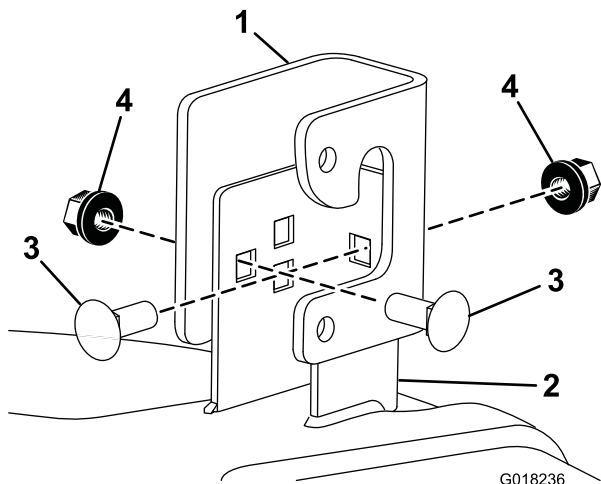
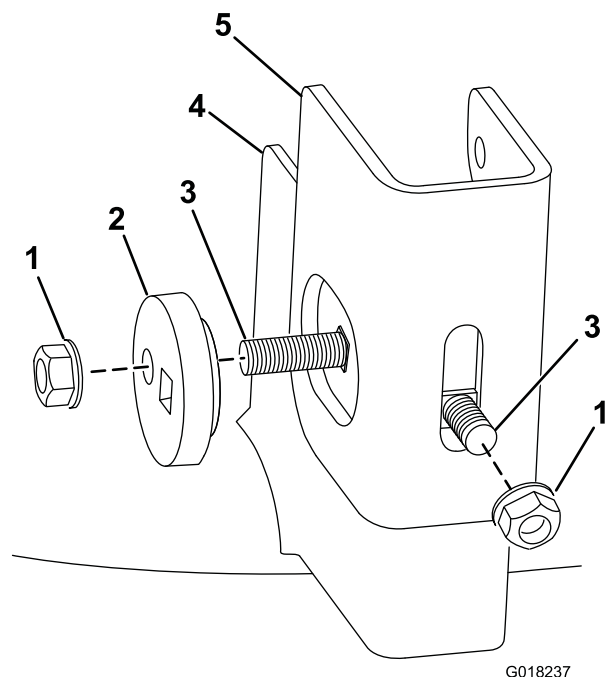

Figura 3
Figura 4
5. Instale os novos suportes de suspensão nos suportes da plataforma como se mostra em Figura 3 e Figura 4.